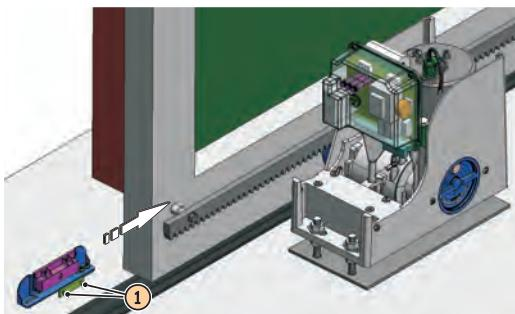

Fig. 18
③ Zet de poort met de hand open tot 4 cm van de mechanische eind- aanslag.
④ Schuif de magneet met het open slot over de tandheugel in de ope- ningsrichting, zie figuur 18. Schuif, zodra de led van de eindschakelaar voor het openen op de kaart dooft, de magneet nog 10 mm verder en zet hem vast met de bijbehorende schroeven (Fig. 18 ref. ①).
- ⑤ Handel op dezelfde wijze met de magneet voor het sluiten.
⑥ Zet de poort ongeveer half open en zet het systeem weer vast (zie paragraaf 9).